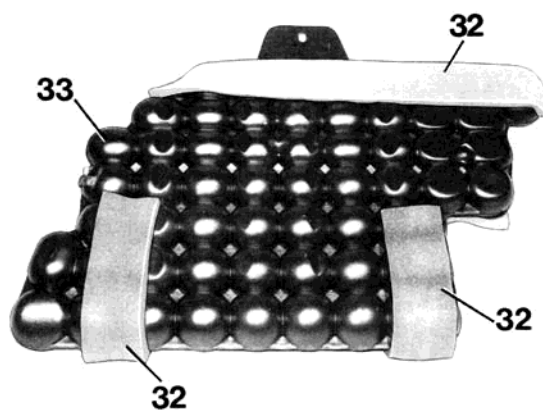

Bild 6
10 Schaumstoffstreifen (32) nach Bild 6 und 7 am Unterdruck-Vorratsbehälter (33) ankleben.